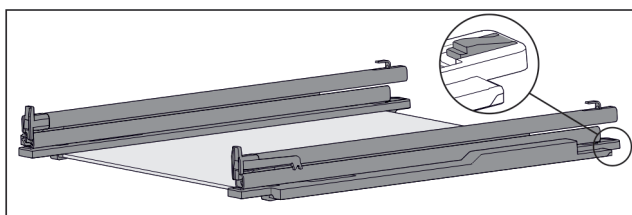

Fig. 95 Steklena plošča z vodili in držalnimi deli
- ▶ Držalni del na zadnji strani potisnite navzdol (glejte Fig. 95) in hkrati vodilo potisnite proti zadnji strani.